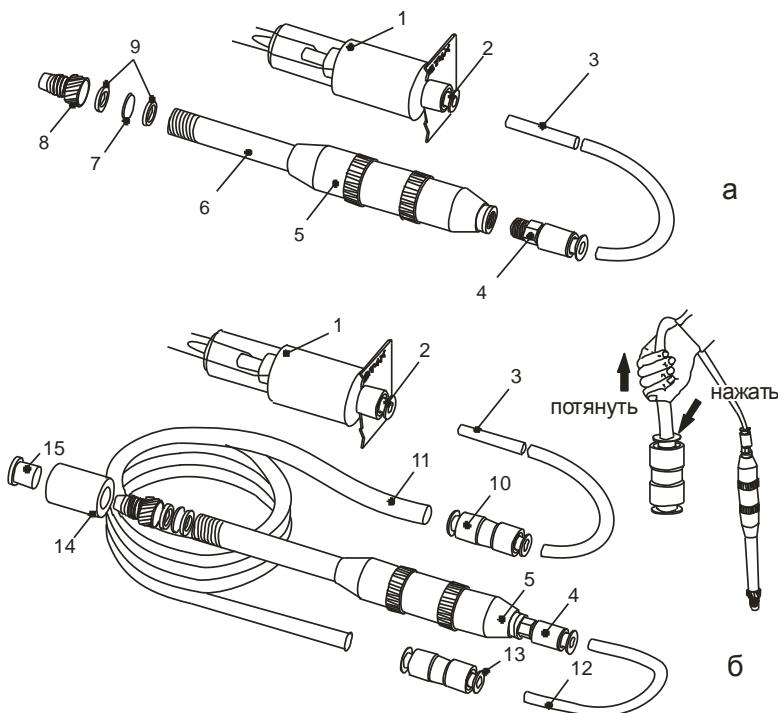

Рис. 4. Схема соединения элементов пробоотборника с газоанализатором (а) и элементов удлинителя с газоанализатором (б):
- отверните гайку 8, извлеките фильтр противопылевой 7 вместе с прокладками фторопластовыми 9 (см. рис. 4а);
- установите прокладки фторопластовые 9, новый фильтр противопылевой 7 в проточку гайки 8 в порядке, указанном на рис. 4а;
Устройство обеспечивает визуальный контроль появления жидкости в системе пробоотбора и устанавливается вместо переходника, соединяющего две фторопластовые трубы. Устройство представляет собой толстостенную стеклянную трубку, покрытую защитной пленкой. На входе и выходе трубы установлены фитинги для ее соединения с фторопластовыми трубками. На выходе устройства установлена специальная мембрана, препятствующая попаданию жидкости в трубку 3 (см. рис. 4б) пробоотборника. При намокании мембрана мгновенно увеличивает газовое сопротивление, останавливая поток воздуха, содержащий жидкость.
1.1. Установите устройство вместо переходника 10 (см. рис. 4б) в соответствии с маркировкой ВЕРХ и НИЗ на корпусе фильтра.
2.3. Для проверки чистоты устройства соедините выход устройства с трубкой 3 (см. рис. 4а), а вход – с фильтром-поглотителем и включите газоанализатор. Если показания газоанализатора не превышают  $5 \text{ мг}/\text{м}^3$ , устройство считается пригодным к использованию. Если показания газоанализатора превышают  $5 \text{ мг}/\text{м}^3$ , следует промыть фильтр повторно и заменить мембрану.